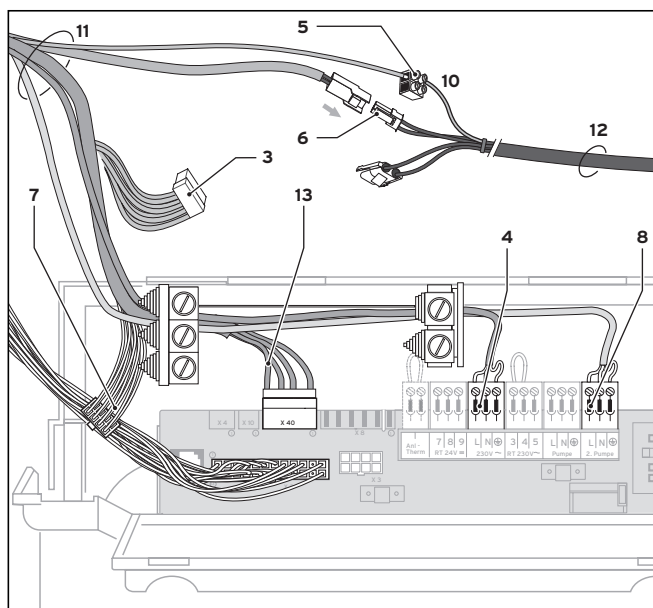

Afb. 5.4 Elektrische aansluiting aan de ecoVIT/2 en icoVIT/1
- Gebruik de juiste randstekker (zie legenda bij afb. 5.4 en 5.5, pos. 3 of 13). Verwijder de markering van de randstekker en steek deze op de printplaat. Controleer of deze goed vast zit.